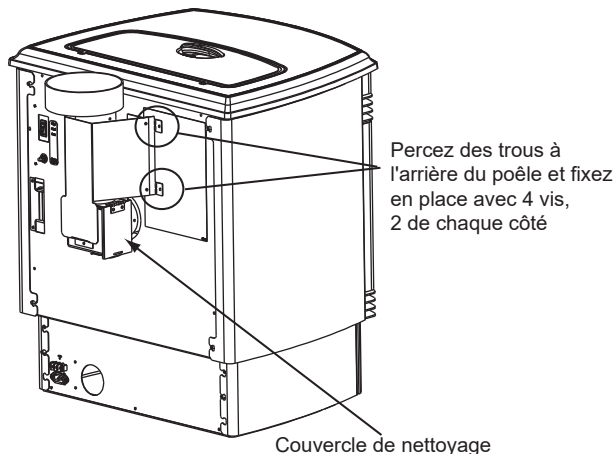

Figure 21.2
3. Percez 4 trous au moyen de la mèche no 26 (fournie) dans la face arrière de l'appareil en utilisant l'écran extérieur comme gabarit (assurez-vous que l'assemblage soit en position verticale) (**Figure 21.2**).
7. Pour nettoyer l'adaptateur supérieur de ventilation, ouvrez le couvercle de nettoyage (**Figure 21.2**).